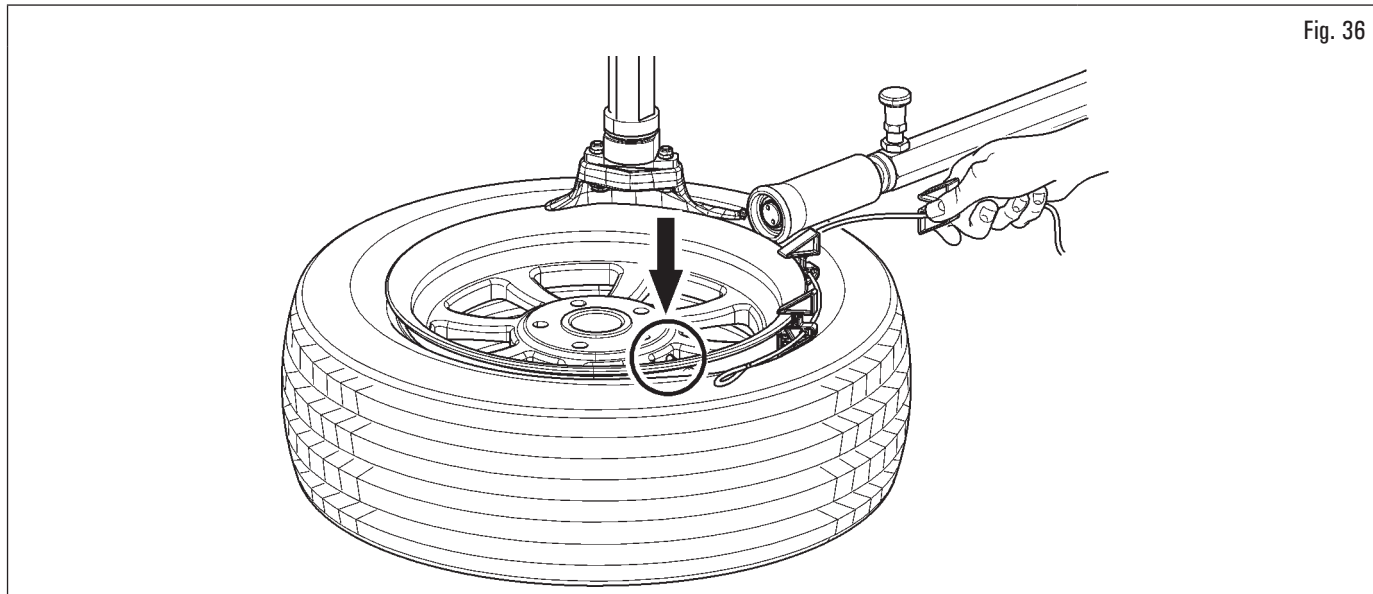

Fig. 36
4. premendo il pedale di rotazione inserire uno alla volta tutti i cunei (Fig. 36);